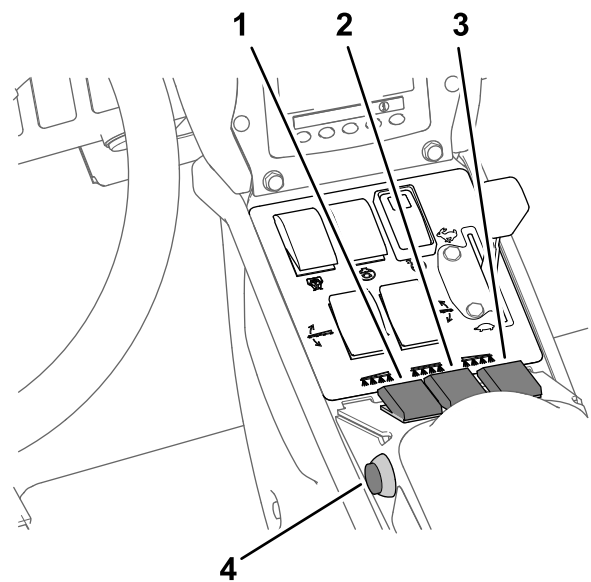

Bild 36
7. Stellen Sie die Sprühabschnittschalter in die EIN-Stellung (Bild 36).
10. Fahren Sie mit der gewünschten Geschwindigkeit und stellen Sie den Hauptabschnittschalter in die EIN-Stellung, um mit dem Sprühen zu beginnen (Bild 36).
3. Stellen Sie den Hauptabschnittsschalter in die AUS-Stellung, siehe Bild 36 in Sprühen im Dosierungsmodus \(Seite 36\).
7. Stellen Sie die Schalter der einzelnen Abschnitte nach Wunsch in die EIN-Stellung, siehe Bild 36 in Sprühen im Dosierungsmodus \(Seite 36\).
9. Fahren Sie mit der gewünschten Geschwindigkeit und stellen Sie den Hauptabschnittsschalter in die EIN-Stellung, um mit dem Sprühen zu beginnen, siehe Bild 36 in Sprühen im Dosierungsmodus \(Seite 36\).